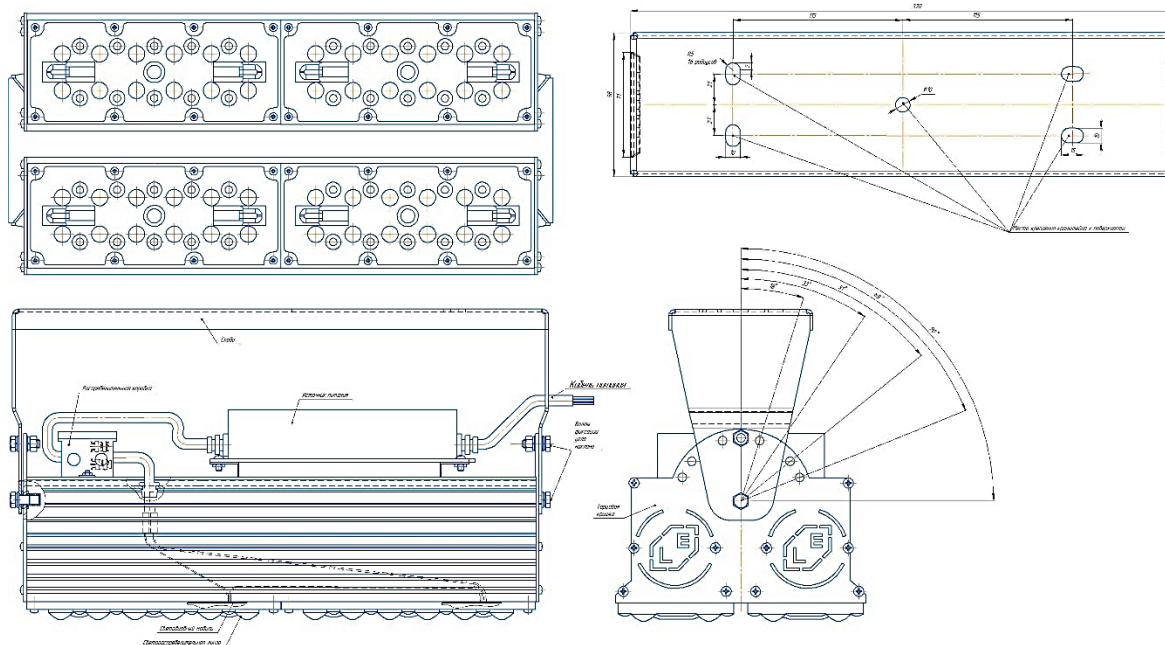

Рисунок 1 – Конструкция светильника
В нижней части корпуса (см. рисунок 1) смонтированы светодиодные модули и линзы. Линзы устанавливаются поверх светодиодных модулей и фиксируются винтами по периметру, герметизация осуществляется силиконовым уплотнителем по периметру линзы. Источник питания для светодиодов устанавливается внутри корпуса. Монтаж проводов выполнен внутри корпуса.
4. Подвести сетевые провода к колодке, подключить провода от светильника к клеммной колодке. Для подключения светильника к электрической сети необходимо подключить сетевой электропитающий кабель к электрическому кабелю светильника (см. рис. 1), соблюдая требования по цветовому подключению проводов: земля – желто-зеленый провод; фаза – коричневый (или иного цвета); ноль – синий.